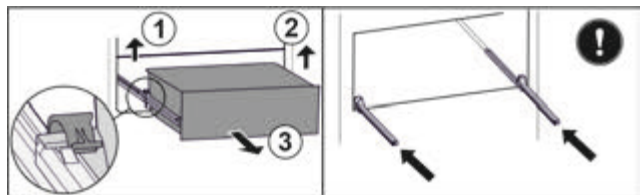

Fig. 79
- ▶ Підняти лівий затискач і одночасно висувний ящик ліворуч потягнути вперед. Fig. 79 (1)
- ▶ Підняти правий затискач і одночасно висувний ящик праворуч потягнути вперед. Fig. 79 (2)
- ▶ Вийняти висувний ящик рухом вперед. Fig. 79 (3)